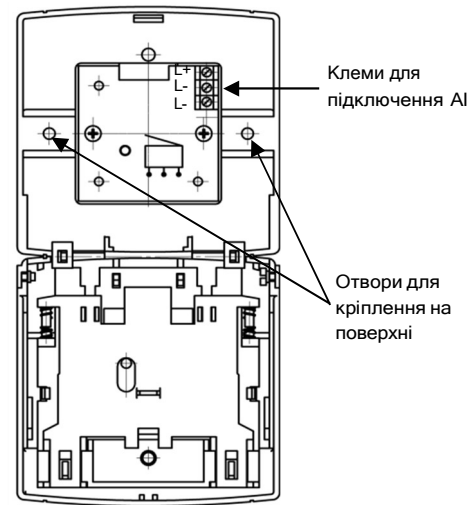
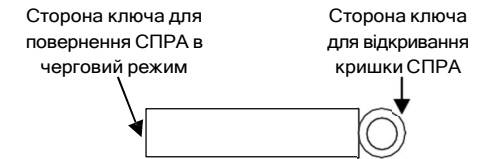

Рисунок 4.1 - Підключення AI до клем СПРА
Рисунок 6.2 - Ключ для обслуговування СПРА
4.1 Підключати СПРА до СПСА слід згідно з Рис. 4.1. Щоб закріпити СПРА на робочій поверхні і підключити AI, необхідно за допомогою спеціального ключа (Рис. 6.2) відкрити кришку корпусу.
На Рис. 4.1 показане розташування клем для підключення AI в обох виконаннях СПРА. Мінусові дроти AI підключають до клем «L-», плюсові дроти AI підключають до клем «L+» (плюсові дроти AI – дроти AI, приєднані до клем L1-Lx відповідного ППКП, мінусові дроти AI – дроти AI, приєднані до клем G1-Gx відповідного ППКП).
В черговому режимі індикатор СПРА блимає зеленим кольором. Для переведення СПРА в стан пожежної тривоги необхідно вдарили рукою по запобіжній кришці (Рис. 2а), щоб відкрити її, після чого натиснути кнопку «Натиснути тут» (Рис. 6.2б). При цьому колір стрілок обабіч кнопки має змінитися з чорного на червоний, індикатор СПРА повинен блимати червоним кольором. Щоб повернути СПРА в черговий режим, потрібно:
- вставити ключ (Рис. 6.2) в отвір в нижній частині корпусу СПРА і натиснути. Стрілки на кришці повинні змінити колір з червоного на чорний;